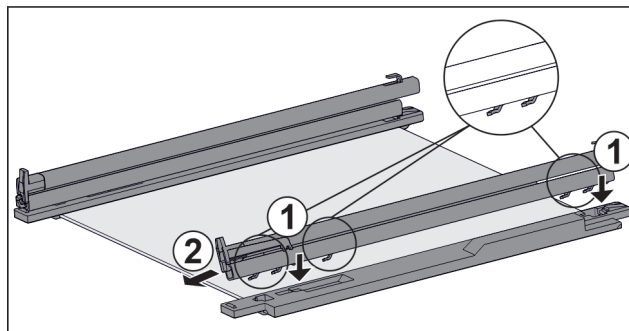

Fig. 154 Glashylla med skenor och fästdelar
- ▶ Sätt på skenas krok på den **vänstra** fästdelens öppningar. Fig. 154 (1)
- ▶ Dra skena framåt. Fig. 154 (2)
- ▶ Sätt på skenas krok på den **högra** fästdelens öppningar. Fig. 154 (1)